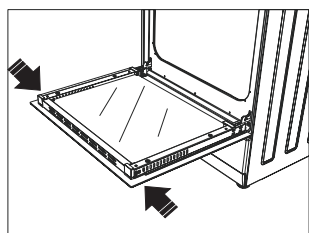
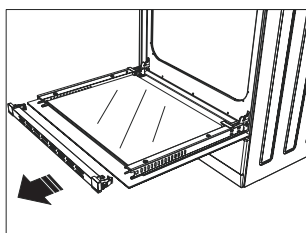
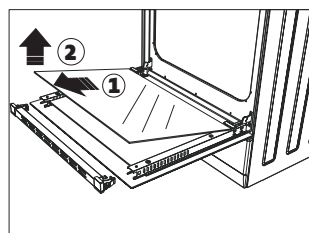

Figura 11
Figura 12
Figura 13
1. Presione los pestillos de plástico en los lados izquierdo y derecho como se muestra en la figura 11 y levante el perfil tirando de él hacia usted como se muestra en la figura 12. El vidrio queda libre después de que se retire el perfil, como se muestra en la figura 13. Tire con cuidado del cristal liberado hacia usted. El cristal exterior está fijado al perfil de la puerta del horno. Puede limpiar fácilmente los cristales después de que éstos hayan sido separados. Una vez que se haya completado la limpieza y el mantenimiento, puede reemplazar los cristales siguiendo el procedimiento anterior en la forma inversa. Asegúrese de que el perfil está bien colocado.